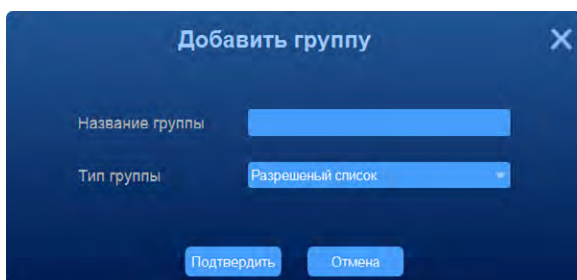

Рисунок 9 Интерфейс добавления новой группы
Выберите группу или добавьте новую, выбрав при этом имя группы и тип группы (разрешенный список, черный список или список посетителей) (рисунок 9), нажмите «Добавить» (рисунок 10), после чего нажмите «Обзор», чтобы выбрать фотографию, введите имя, идентификатор, информацию и т. д. и нажмите «Подтвердить».
- выберите группу или добавьте новую, выбрав при этом имя группы и тип группы (рисунок 9);